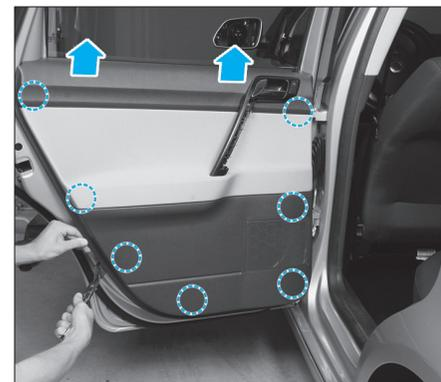

Fig. 69
- A l'aide d'une pince à dégrafer, dégrafer la garniture de porte arrière aux endroits indiqués (Fig.69).